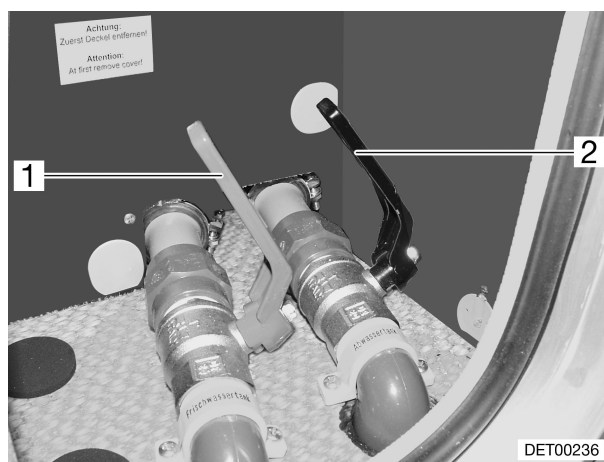

Bild 128 Ablaufhahn Doppelboden
Der Ablaufhahn (Bild 128,1) ist im Doppelboden angebracht. Er ist durch den Schriftzug "Frischwassertank" gekennzeichnet.
- Ablaufhahn (Bild 128,1) schließen.
- Ablaufhahn (Bild 128,1) öffnen. Frischwasser läuft ab.
Der Abwasserhahn (Bild 128,2) ist im Doppelboden angebracht. Er ist durch den Schriftzug "Abwassertank" gekennzeichnet.
- Abwasserhahn (Bild 128,2) öffnen. Abwasser läuft ab.